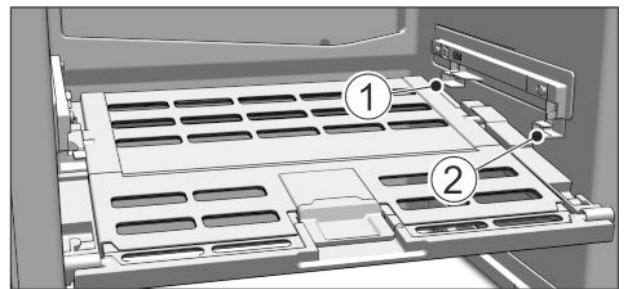

Fig. 16
- ▶ Deckel Fruit & Vegetable-Safe einsetzen: Deckelstege von unten in die hintere Halterung *Fig. 16 (1)* einführen und vorne in die Halterung *Fig. 16 (2)* einrasten.